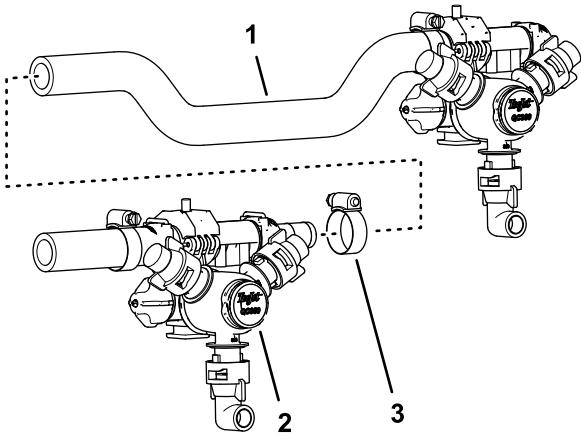

Figure 97
7. Assemblez le débitmètre et les tourelles de buses C2 et C3 à l'aide d'un collier de serrage, comme montré à la Figure 97.